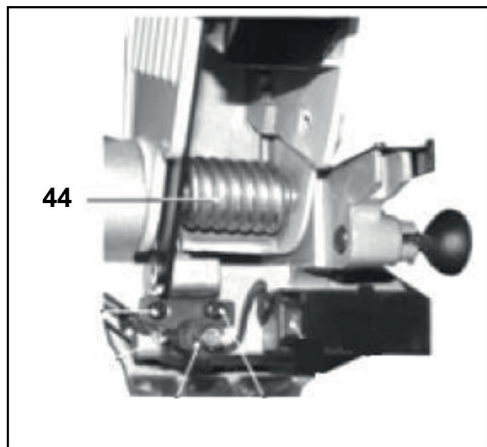
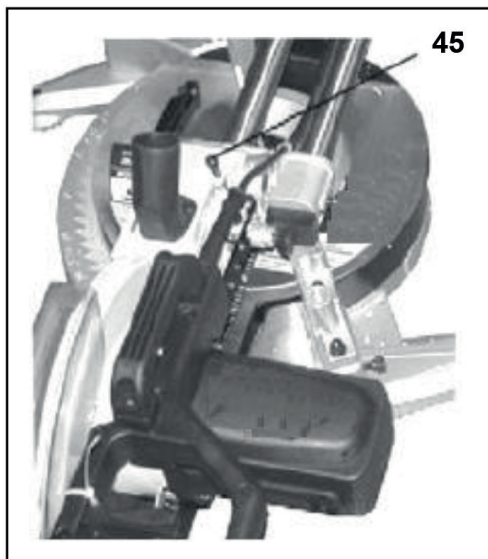

Рис. 9
Рис. 10
В'ягальна пружина (44) (Рис. 9) служить для автоматичного підняття пили (15) (Рис. 1) після різки. Напруження в'ягальної пружини (44) регулюється з допомогою вінта (45) (Рис. 10).